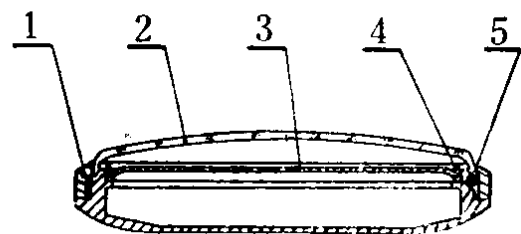
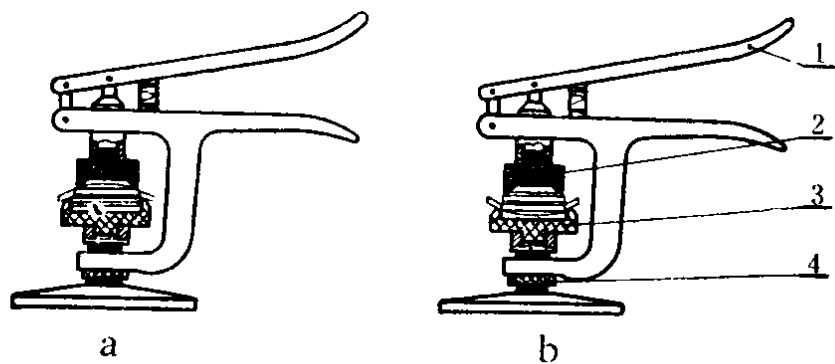

图 1-26 罗马表壳结构图
图 1-27 罗马表搬子示意图
(1) 专门用来打开类似罗马 (ROAMOR) 牌手表的搬子：罗马牌手表的表壳部件没有后盖。它分为两部分：存放机芯的壳体部分和壳架部分（见图1-26），这两部分压合在一起。要将机芯从表壳中取出，须在专用的罗马表搬子上使两者分开。罗马表搬子的结构如图 1-27 所示。